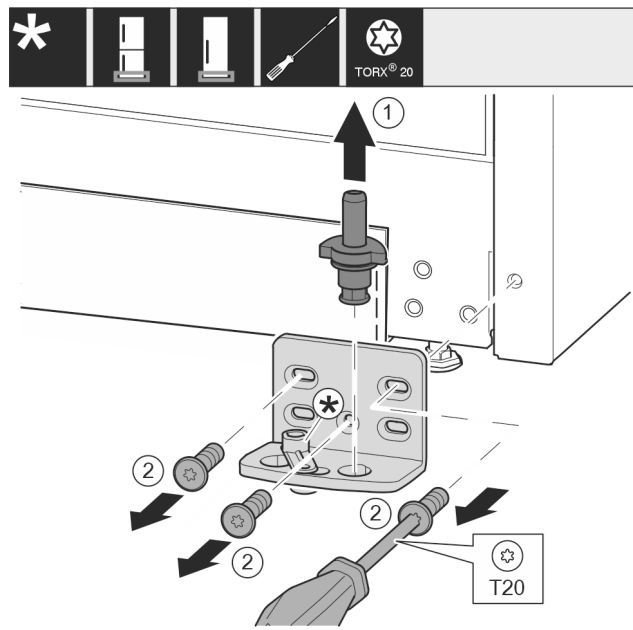

Fig. 10
- ▶ Húzza ki teljesen a csapszeget felfelé. Fig. 10 (1)
- ▶ Csavarja ki a csavarokat a T20 csavarhúzóval, és vegye le a csapágybakot. Fig. 10 (2)